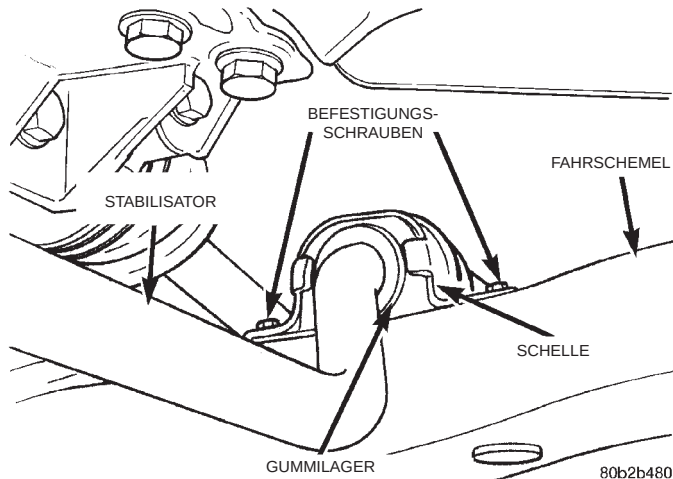

Abb. 6 Befestigung der Gummilager/Stabilisator am Fahrschemel
(1) Fahrzeug anheben. Dazu Unterstellböcke oder eine Hebebühne verwenden, die am Rahmen angesetzt wird (siehe Kapitel 0, "Schmierung und Wartung", Abschnitt "Anheben des Fahrzeugs").
(2) An jeder Schelle die beiden Schrauben lösen, mit Schellen und Gummilager am Fahrschemel befestigt sind (Abb. 6).
(3) Gummilager-Schellen des Stabilisators mit den Bohrungen im Fahrschemel ausrichten (Abb. 6).
(4) Die vier Schrauben (zwei pro Schelle) eindrehen und mit einem Anzugsmoment von 61 N·m (45 ft. lbs.) festziehen.
(5) Fahrzeug absenken.